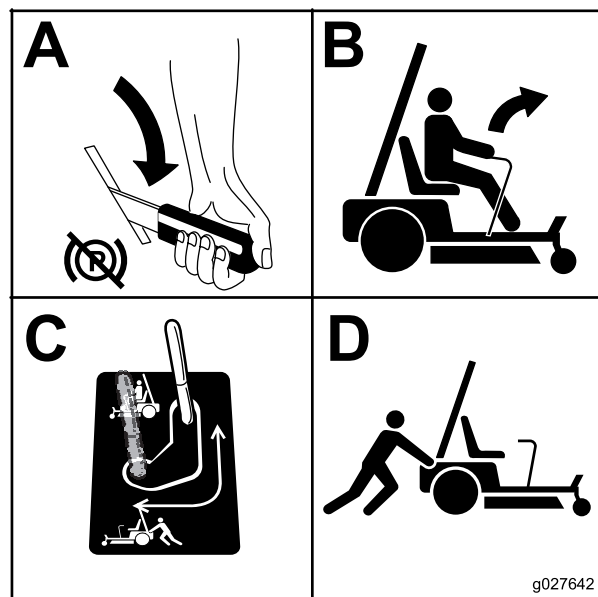

Figura 27
3. Repita este procedimiento en cada lado de la máquina (Figura 27).
Mueva las palancas a la posición de empujar la máquina (Figura 27) para engranar los motores de las ruedas.